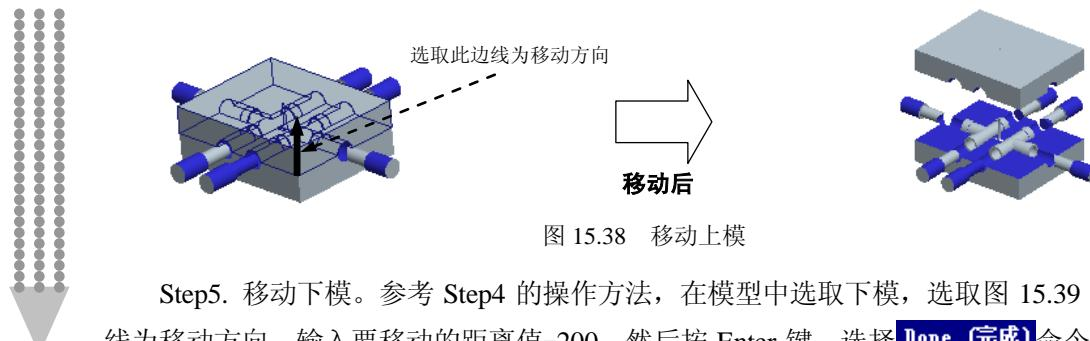

图 15.38 移动上模
(1) 在系统弹出的“菜单管理器”菜单中选择 **Define Step (定义步骤)** → **Define Move (定义移动)** 命令。
(2) 在系统 **为迁移号码1 选择构件** 的提示下，在模型中选取上模零件，然后在“选择”对话框中单击 **确定** 按钮。
(3) 在系统 **通过选择边、轴或面选择分解方向** 的提示下，选取图 15.38 所示的边线为移动方向，输入要移动的距离值 200，然后按 Enter 键。
(4) 在 **DEFINE STEP (定义步骤)** 菜单中选择 **Done (完成)** 命令，移出后的状态如图 15.38 所示。